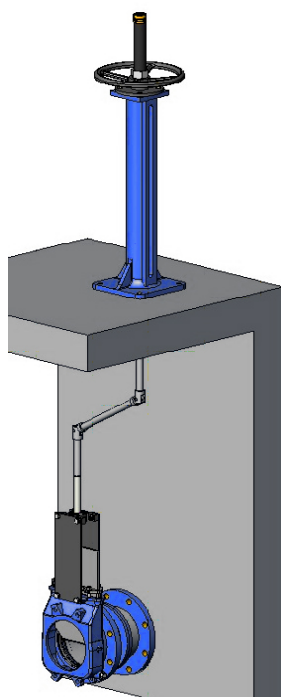

fig.13
4. EXTENSION : CARDAN JOINT (fig 13)